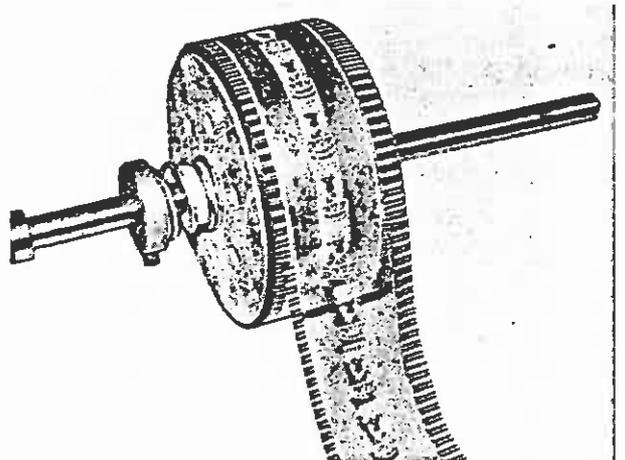

Bild 80
3. Neue Einwicklerrolle so aufsetzen, daß sich der Einwickler wie in Bild 80 abrollt.